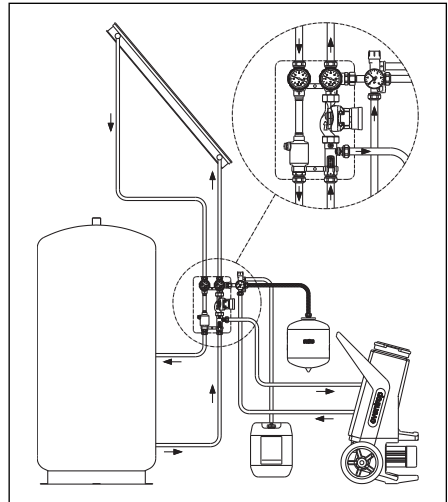

Abb. 6.14 Befüllen über Sicherheitsgruppe und Durchflussmesser
1. Schließen Sie die Befüllstation an der Solaranlage an (Abb. 6.14). Dabei unbedingt die Durchflussrichtung der Förderpumpe beachten!